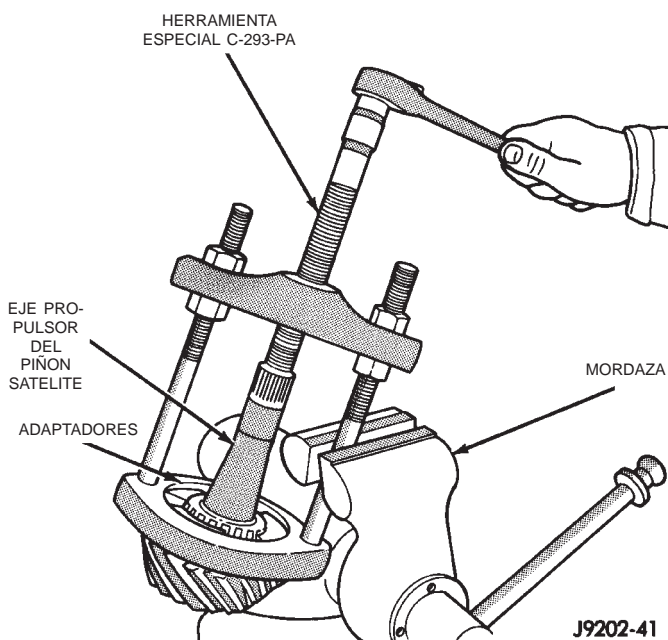

Fig. 51 Desmontaje del cojinete trasero
(12) Retire el cojinete trasero del piñon con la prensa y el extractor C-293PA y los adaptadores C-293-39 (Fig. 51).